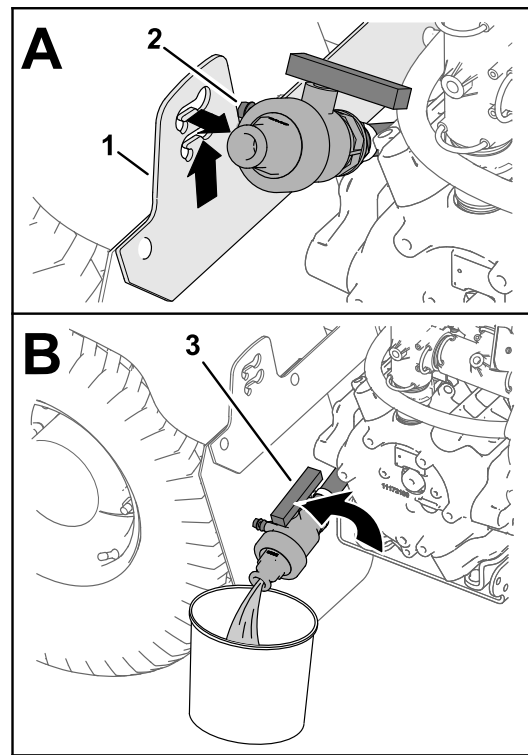

Figura 50
3. Levante la válvula hasta que los espárragos de montaje de la válvula salgan de las ranuras del soporte de la válvula de vaciado, y mueva la válvula hacia atrás (Figura 50, A).
4. Alinee el extremo de la válvula con el recipiente de vaciado y gire la palanca de la válvula a la posición de abierto (Figura 50, B).
5. Cuando el depósito se haya vaciado por completo, gire la maneta de la válvula de vaciado a la posición de cerrado y monte la válvula en el soporte de la válvula de vaciado (Figura 50, B y Figura 50, A).